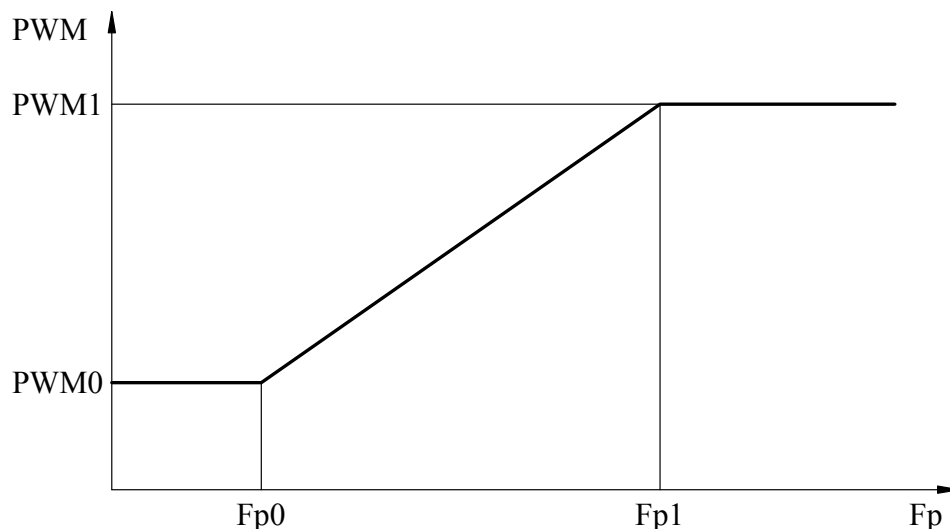

Рис. 7. Зависимость выходного относительного напряжения от частоты и табличных параметров.
3.9.9. Тип 4 (ТР.4-) – параметры кривой выходного относительного напряжения ($PWM=f(Fp)$) (рис.7) и дополнительные параметры.